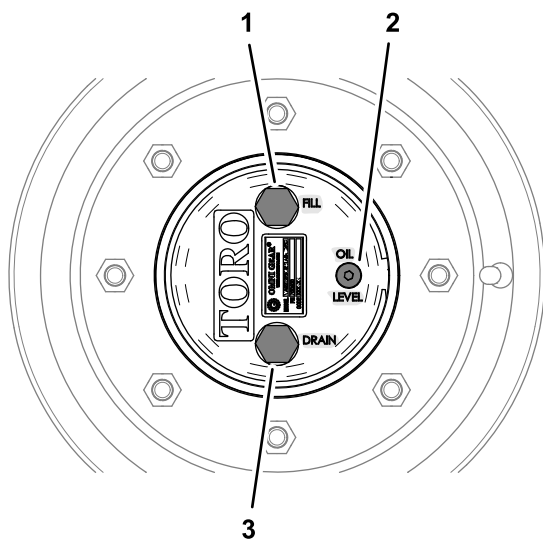

图 96
1. 机器在水平地面上时调整一个车轮的位置以便让加油塞处于最高12 点钟位置排油塞处于最低6 点钟位置图 96。
1. 机器在水平地面上时调整一个车轮的位置以便让加油塞处于最高12点钟位置排油塞处于最低6点钟位置请参阅 检查行星齿轮传动润滑油 \(页码 59\)中的图 96。